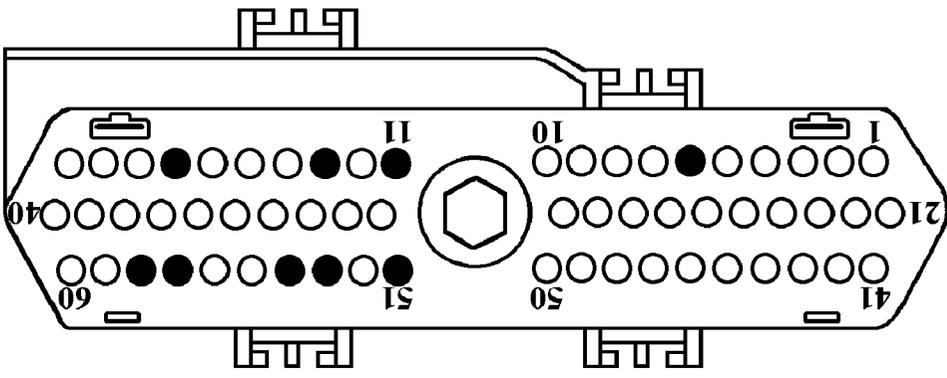

Figura 6
**Nota Especial:** Vehículos del 1993 en adelante no utilizan los terminales 54 y 58 para tierra. La figura 6 muestra cuales son los alambres de tierra por el año del vehículo y la aplicación.